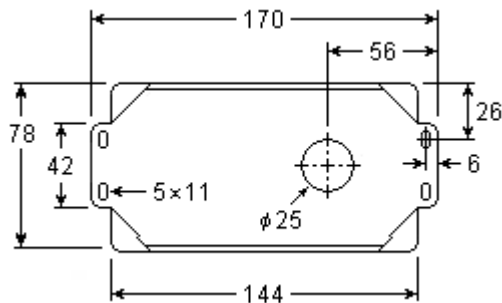

図 2. ベースプレート寸法図 (mm)
- 1) ダクトにプローブ挿入用の穴および取付ネジ用の穴 2 個を開けます。(図 2 参照)